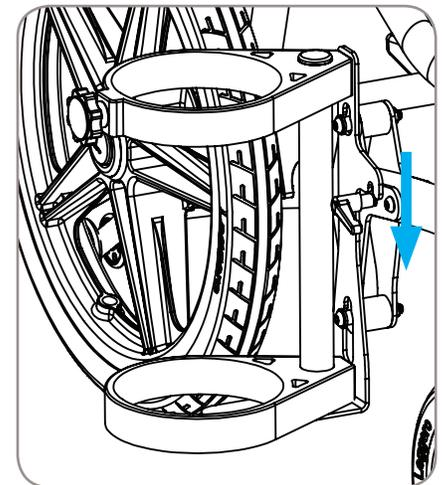

Figure 33
1. Alignez les fentes du support de la bouteille d'oxygène sur les bossages du support. Consultez la figure 33.